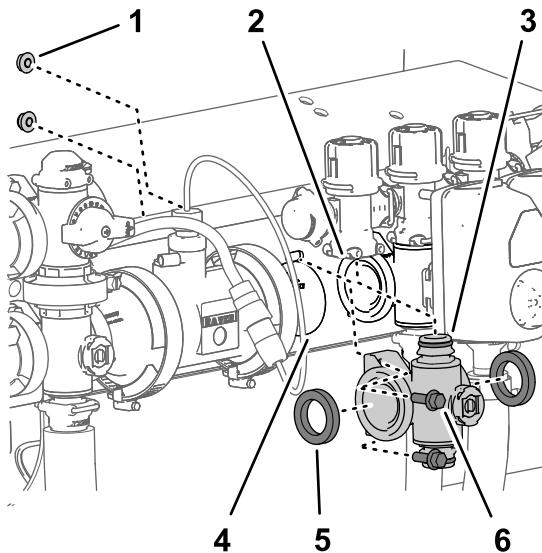
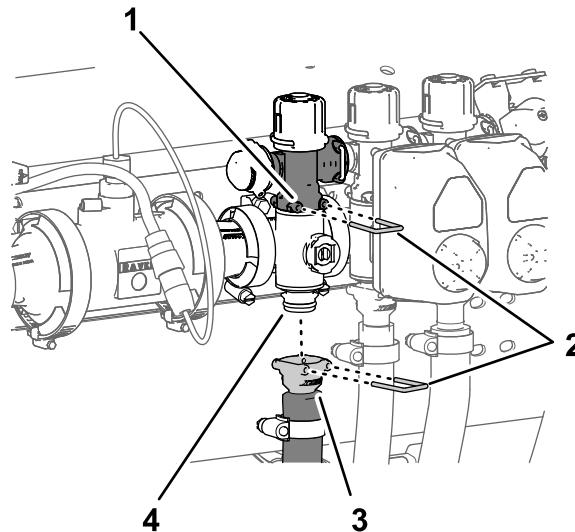

Рисунок 132
Рисунок 133
1. Совместите 2 прокладки, снятые при выполнении действий, описанных в разделе **Демонтаж коллекторного клапана секции (страница 98)**, с фланцами коллектора клапана секции (Рисунок 132).
2. Совместите фланец коллектора клапана секции с фланцами другого клапана секции (клапанов секций) и/или переходного соединителя (Рисунок 132).
3. Вставьте быстроразъемный штуцер коллектора клапана секции в быстроразъемное гнездо перепускного клапана секции и зафиксируйте с помощью штифта быстроразъемного соединения (Рисунок 132 и Рисунок 133).
опору клапана (Рисунок 132) с помощью 2 болтов с фланцем (1/4 x 3/4 дюйма) и 2 фланцевых контргаек (1/4 дюйма), снятых при выполнении действий, описанных в разделе Демонтаж коллекторного клапана секции (страница 98).
8. Установите быстроразъемный соединитель шланга секции на быстроразъемный штуцер коллектора клапана секции и зафиксируйте при помощи штифта быстроразъемного соединения (Рисунок 133).